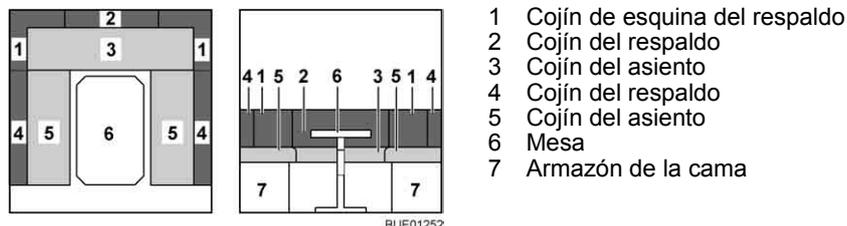

Fig. 101 Antes de la transformación
- Quitar los cojines de esquina del respaldo (Fig. 101,1) y el cojín del respaldo (Fig. 101,2) y depositarlos debajo de la mesa.